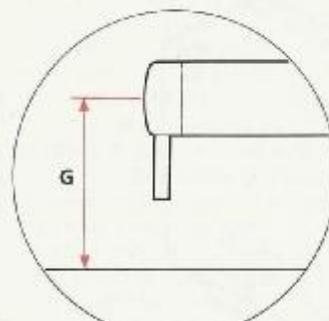

Fig. 8
- Mesurer la dimension **G** (Fig. 8) en s'assurant que le pilote soit horizontal.